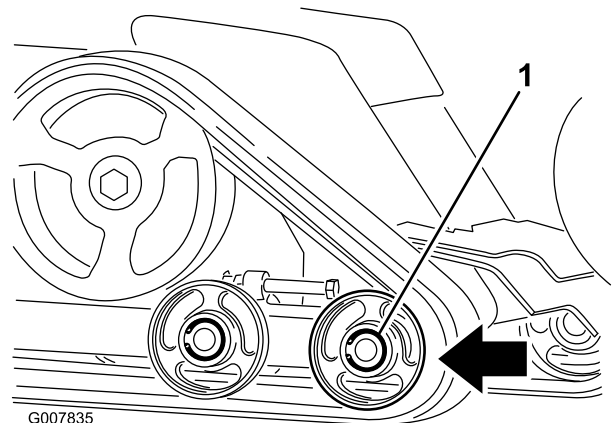

Bild 44
6. Drücken Sie das vordere Straßensrad soweit es geht nach hinten (**Bild 44**).
8. Wenn Sie die Kette vom Straßenrad entfernt haben, nehmen Sie sie von der Maschine ab (Bild 44).
9. Legen Sie die neue Kette, beginnend beim Antriebsrad, um das Rad und stellen Sie sicher, dass die Stollen an der Kette zwischen die Distanzstücke am Kettenrad passen (Bild 44).
10. Drücken Sie die Kette unter und zwischen das hintere und mittlere Straßenrad (Bild 44).